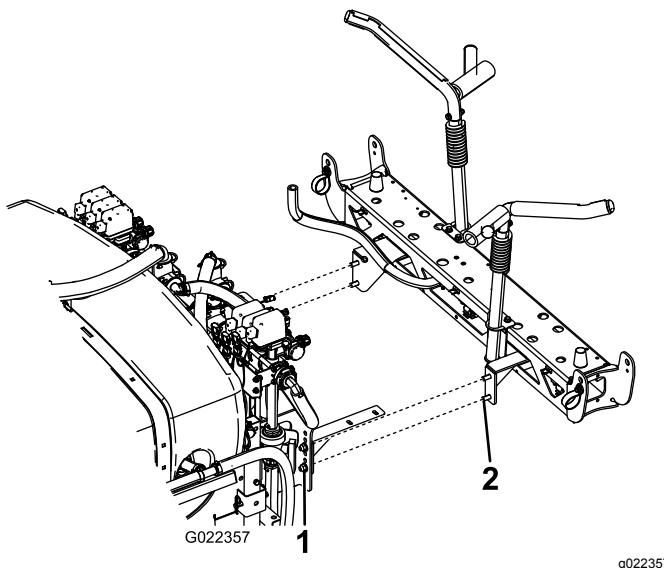

Figura 19
2. Monte o conjunto da rampa central através do terceiro furo contar da parte inferior dos suportes no sistema de pulverização, como se mostra na Figura 19, com 4 parafusos (½ pol. x 1¼ pol.) e 4 porcas de bloqueio (½ pol.).